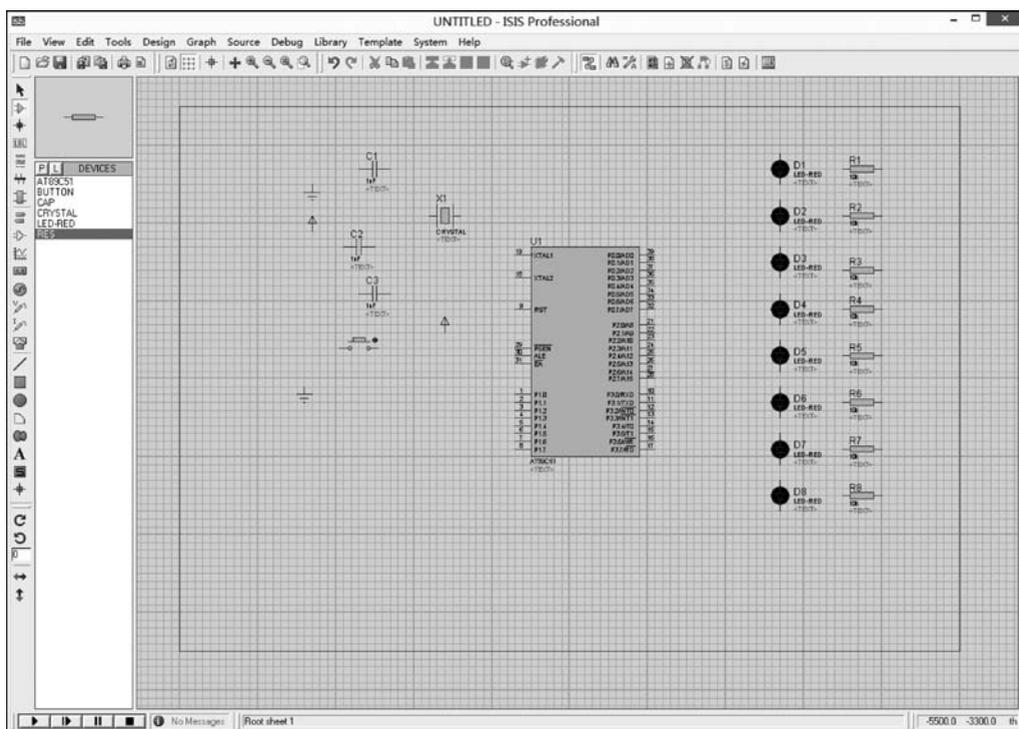

图 5-19 放置元件
(1) 选择 Component Mode 工具。
(2) 单击 DEVICES 元件列表中的元件名称,选中元件,这时在预览窗口将出现该元件的形状,此时选择方向工具,可改变元件的放置方向。移动鼠标到编辑窗口,单击,在鼠标指针处会出现元件形状,再移动鼠标,把元件移动到合适的位置,单击,元件就被放在相应的位置上。通过相同的方法,把所有元件放置到编辑窗口相应的位置,电源和地是在配件的终端接口  中。本实例的放置情况如图 5-19 所示。